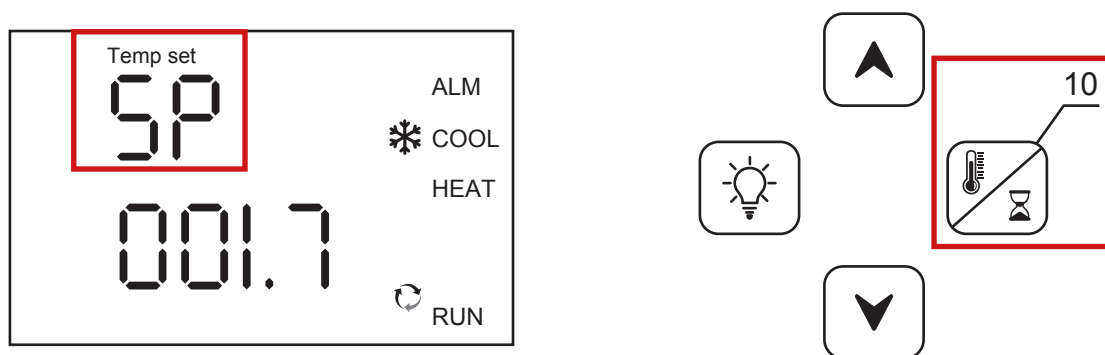

Figura 5. Incubación a baja temperatura
2. Evaporar líquido interno. Para reducir la humedad se recomienda evaporar el interior. Primero presionar el botón (10) y definir la temperatura del valor SP a 50.0 °C como se muestra en la figura 5. Después presionar 2 veces el botón (10) para salir de la configuración de temperatura.